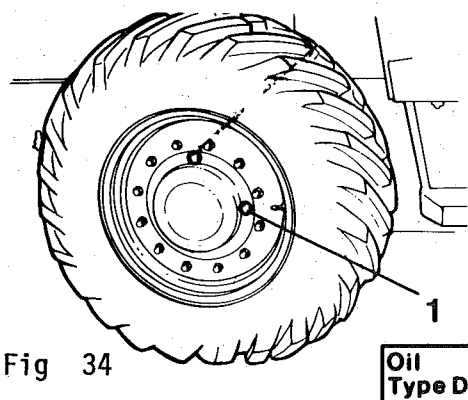

Fig 34
- 4 Kör välten så att nivåpluggen kommer i läge enligt fig 34.